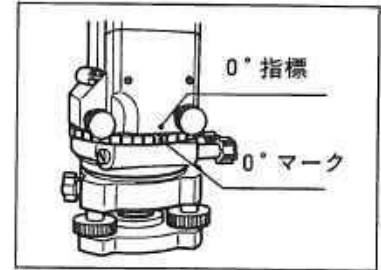

図18
2) 水平固定つまみ⑧、下部固定つまみ⑬をゆるめ、支柱を軽く手で押えます。マイクロメータ接眼レンズ⑭を覗きながら水平目盛盤回転リング⑮を回し、H窓の固定指標に $0^{\circ}$ の目盛線を入れます。水平目盛盤回転リングの $0^{\circ}$ マークを支柱下部にある $0^{\circ}$ 指標に合わせるとH窓に $0^{\circ}$ の目盛線が表われます。(図18)